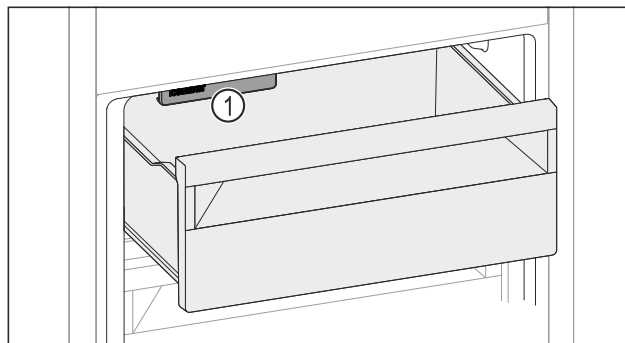

Fig. 164
- ▶ Dávejte pozor na IceMaker Fig. 164 (1).